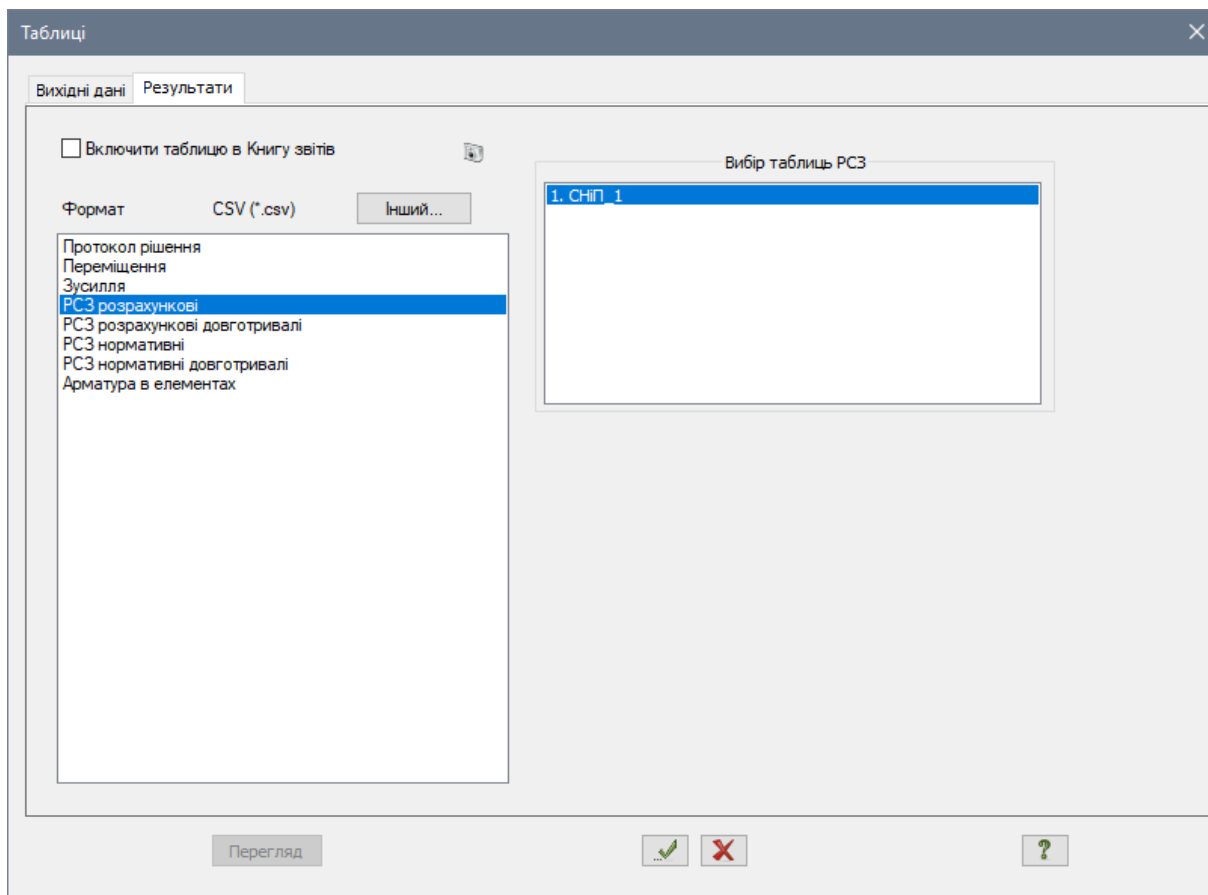

Рис. 2.21. Діалогове вікно Таблиці
- Після цього в діалоговому вікні **Таблиці** (рис. 2.21) виділіть рядок **PC3 розрахункові**.